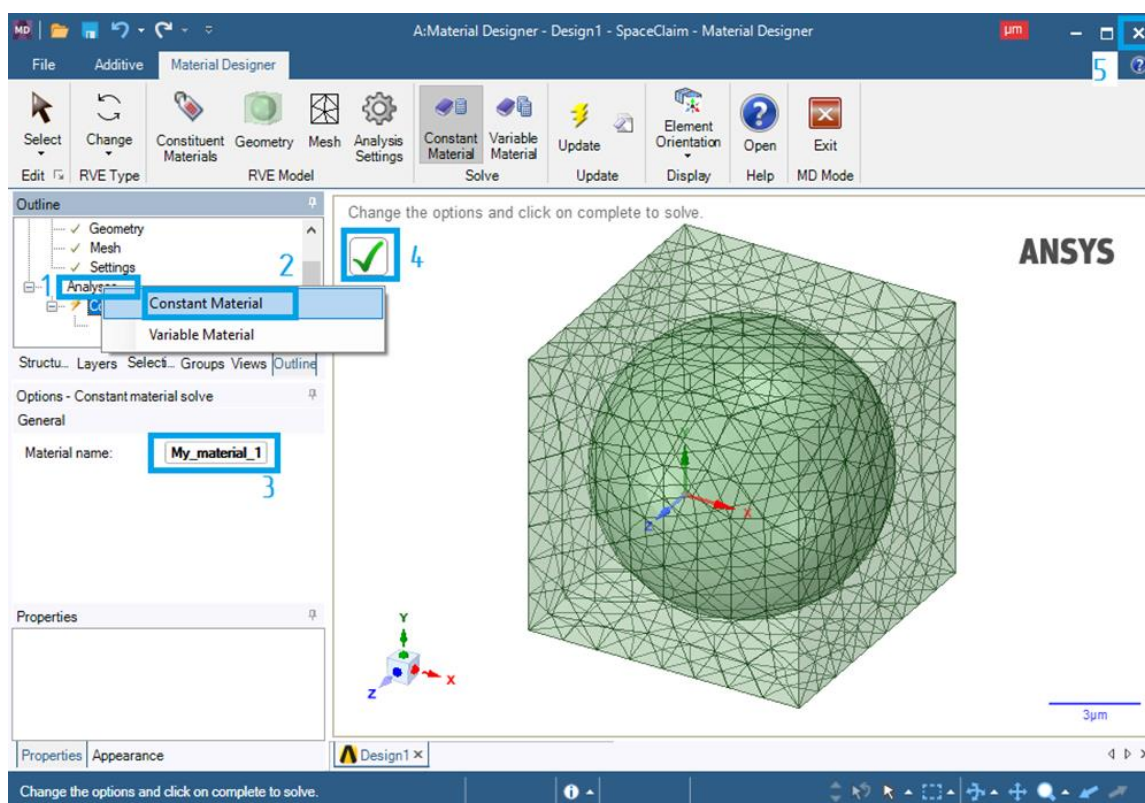

Рис. 12. Создание сетки объемного элемента модифицированной микроструктуры
9. Теперь осталось присвоить название материала, который будет состоять из созданного объемного элемента модифицированной микроструктуры (рис. 12). Для этого нажимаем правую кнопку мыши (ПКМ) на *Analyses* (1) – *Constant Material* (2), вводим название материала (3) и нажимаем галочку (4). Закрываем окно *Material Designer* (5).